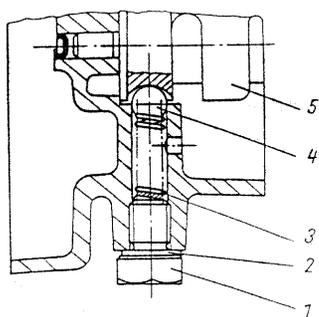

Fig. 183. Arrêtage de ralenti
- (1) Vis M 12 × 16 TGL 0-933-8-E
- (2) Joint d'étanchéité A 12 × 16 (A)
- (3) Ressort de pression C 1,2 × 6,5 × 11,5
- (4) Bille 10-70 TGL 15515
- (5) Tambour de changement de vitesses
– Monter l'arrêtage de ralenti (fig. 183). Le couple de serrage de la vis est de 23_{-4,5} Nm (2,3_{-0,45} kpm).